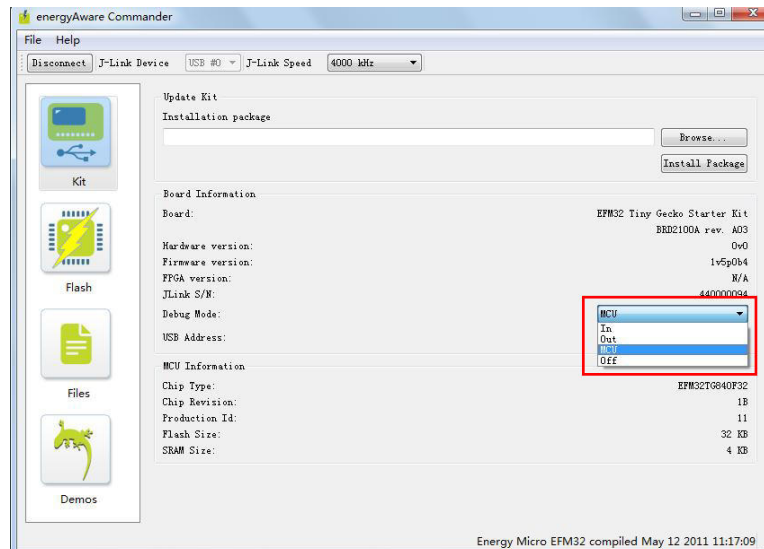

图 3.2 配置板载 Jlink 仿真器为 Debug Out 模式
(2) 打开 energyAware Commder 软件时，在配置仿真器【Debug mode】时，在下拉列表中选择【Out】模式，如图 3.2 所示。STK 开发板上 Debug 接口旁边的 DEBUG OUT LED 指示灯将点亮。